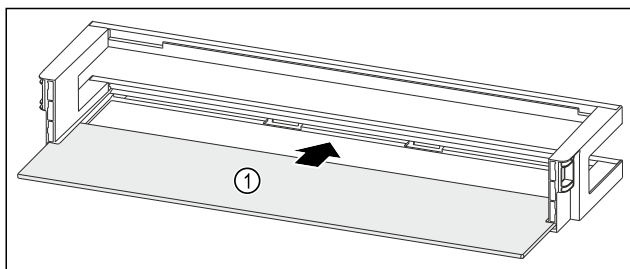

Fig. 164 Ajtópolc tárolólappal
- Tolja be a tárolólapot Fig. 164 (1) az oldalsó bemarásokba.